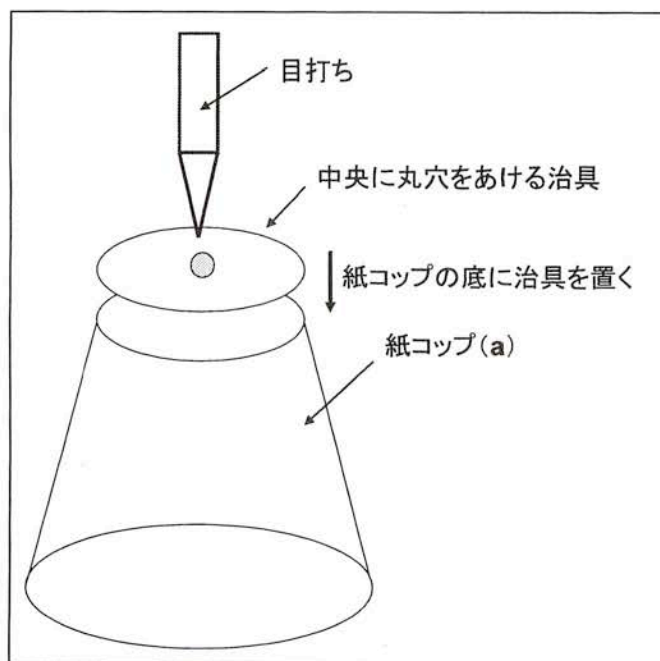

図4 紙コップ (a) の底の中央に治具を使って直径約6mmの丸穴をあける。(中の黒い紙にもあける)
2. 紙コップ (a) の底に目打ちで直径約6mmの穴を開けます。(図4)